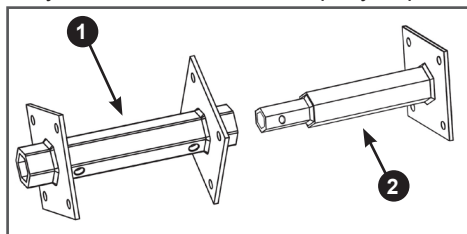

Рис. 13. Секции оси фрезы
2. Определите какой стороной основная секция 1 оси фрезы устанавливается на вал редуктора и к какой стороне крепится дополнительная секция 2 оси фрезы (Рис. 13). Вставьте дополнительную секцию в основную сначала с одной стороны, затем с другой, при этом должна совпасть только одна пара отверстий. Та сторона ос-